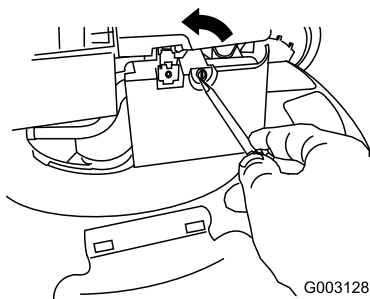

Figure 28
2. Ouvrez le couvercle du filtre à air avec un tournevis (Figure 28)